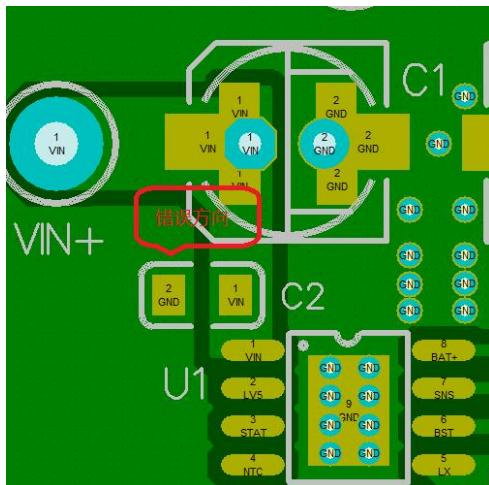

图 2 (C2 电容错误方向)
- 输入小容量贴片电容 C2 尽量靠近芯片第一脚和底盘，注意 C2 的放置方向，尽量放置在输入大电流回路，如下图 2, 3 所示：